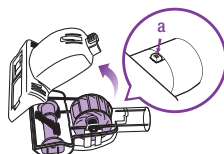

Fig. 26
- 1 Deslice la traba **(a)** hacia adelante e incline la cubierta inferior hacia arriba para removerla. **(Fig. 26)**